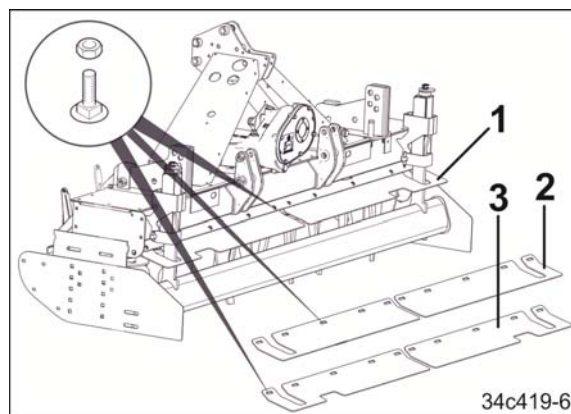

図 79
納品できる整地機械の保護プレート（図 79/1）には、2 種類あります。
- ・ すべての AMAZONE ローラー用保護プレート（図 79/2）クラッカーディスクローラー（CDW）を除く
- ・ クラッカーディスクローラー（CDW）用保護プレート（図 79/3）